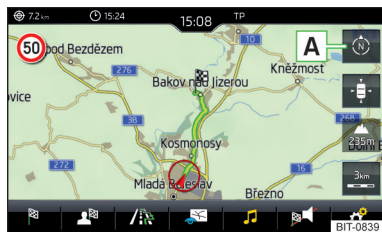

Fig. 183
► Pentru **modificarea orientării hărții** atingeți în meniul principal **Navigație** suprafața de comandă funcții » fig. 183.